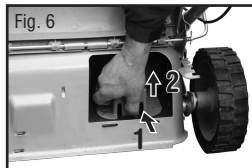

Fig. 6
- Retire el tapón plástico que se encuentra en la parte inferior trasera de la carcasa, apretando la parte media y jalando. (Fig. 6)
- Retire el tapón plástico que se encuentra en la parte inferior trasera de la carcasa, apretando la parte media y jalando. (Fig. 6).